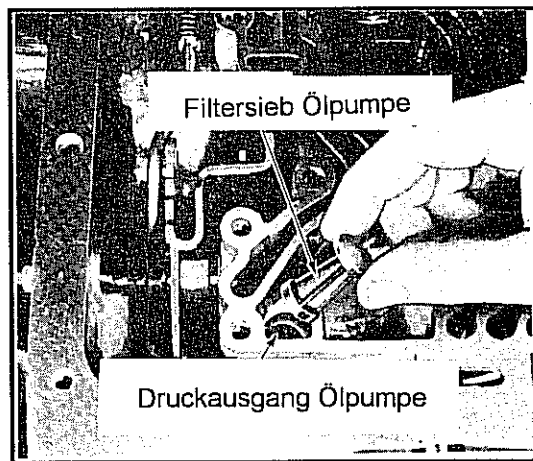

Abb. 10-38 Entfernen des Filtersiebs zur Getriebeölpumpe
- Das Filtersieb von der Öffnung zur Druckseite der Pumpe entfernen und gründlich reinigen. Siehe hierzu Abb. 10-38.